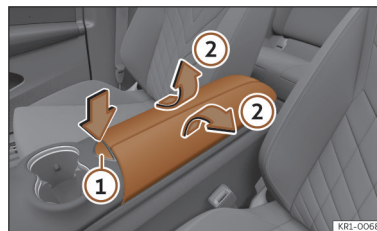

Abb. 91 Mittelarmlehne vorn.
Zum Öffnen der Armlehne drücken Sie die Taste ① >>> (Abb. 91). In der Armlehne befindet sich ein Ablagefach.